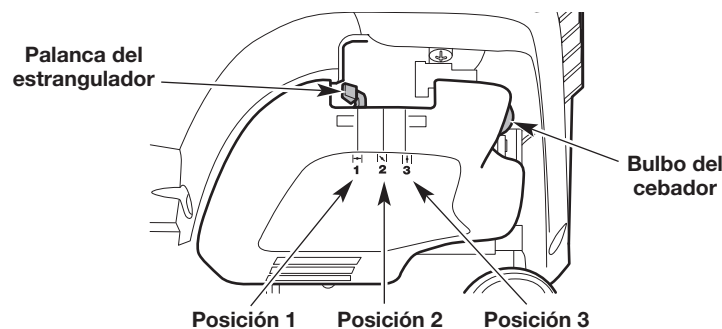

Fig. 12
1. Presione y luego suelte el bulbo del cebador lentamente **10 veces** (Fig. 12).
2. Coloque la palanca del estrangulador en la **Posición 1** (Fig. 12).
6. Coloque la palanca del estrangulador en la **Posición 2** (Fig. 12).
9. Coloque la palanca del estrangulador en la **Posición 3** (Fig. 12). Deje que el motor se caliente 60 segundos más. Se puede usar la unidad durante este período.